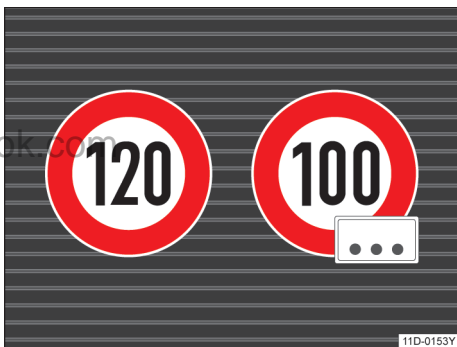

图 13 在组合仪表显示屏上：识别到的带所属附加标志的限速示例
在对来自摄像头、信息娱乐系统和当前车辆数据的信息进行检查和分析后，交通标志识别会显示最多两个适用的交通标志和一个所属附加标志→图 13：
**第 1 位：** 在显示屏左侧会向驾驶员显示当前适用的交通标志，例如限速标志 120 km/h →图 13。